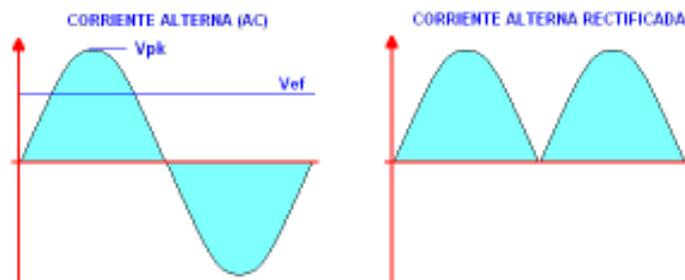

figura 4
Un detalle a tener en cuenta es la diferencia que existe entre **tensión eficaz** y **tensión de pico**. Cuando utilizamos corriente alterna las tensiones se dan en su valor eficaz, es decir, el valor que la tensión tendría si fuera continua, pero como esta no lo es, aparece otro parámetro que es la tensión de pico  $V_{pk}$  que podemos ver gráficamente en la figura 4 y que esta relaciona con la tensión eficaz mediante la siguiente ecuación:
La mayoría de los circuitos electrónicos utilizan para funcionar corriente continua (DC), mientras que, como hemos comentado anteriormente, la tensión que llega y sale del transformador es alterna (AC). Para poder transformar esta corriente alterna en continua utilizamos un circuito basado en diodos semiconductores al que denominamos *rectificador*. En la figura 4 vemos la forma de la tensión alterna como sale del transformador y como queda después de rectificarla: